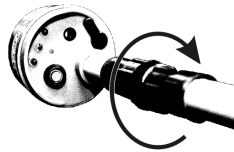

Рис.1 Включение указателя напряжения
3.3.1. Включение указателя (см. рис.1) осуществляется путём скручивания рабочей части и изолирующей штанги указателя, после чего указатель переходит в режим начальной самопроверки.